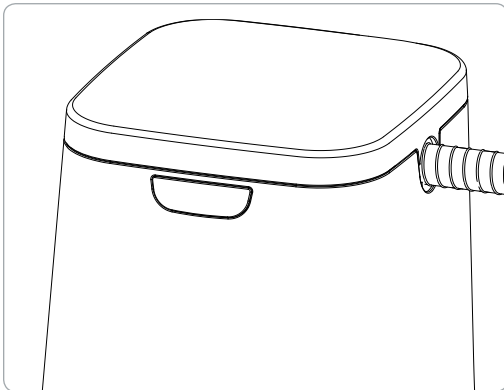

Figure 8. Geschlossener Deckel und PAP-Maske im Inneren der Kammer
5. Schließen Sie den Deckel mit dem in die offene Aussparung eingeführten PAP-Schlauch (Abbildung 8). Der SoClean kann jetzt automatisch entsprechend der voreingestellten Zeit und Dauer betrieben werden.